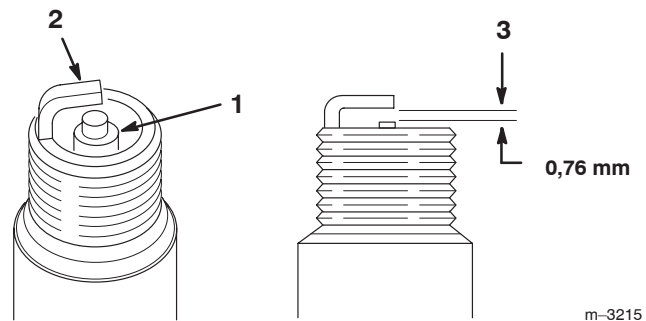

Bild 55
1. Sehen Sie sich die Mitte der Zündkerzen an (Bild 55).
2. Prüfen Sie den Abstand zwischen den mittleren und seitlichen Elektroden (Bild 55) und biegen die seitliche Elektrode bei falschem Abstand zurecht.